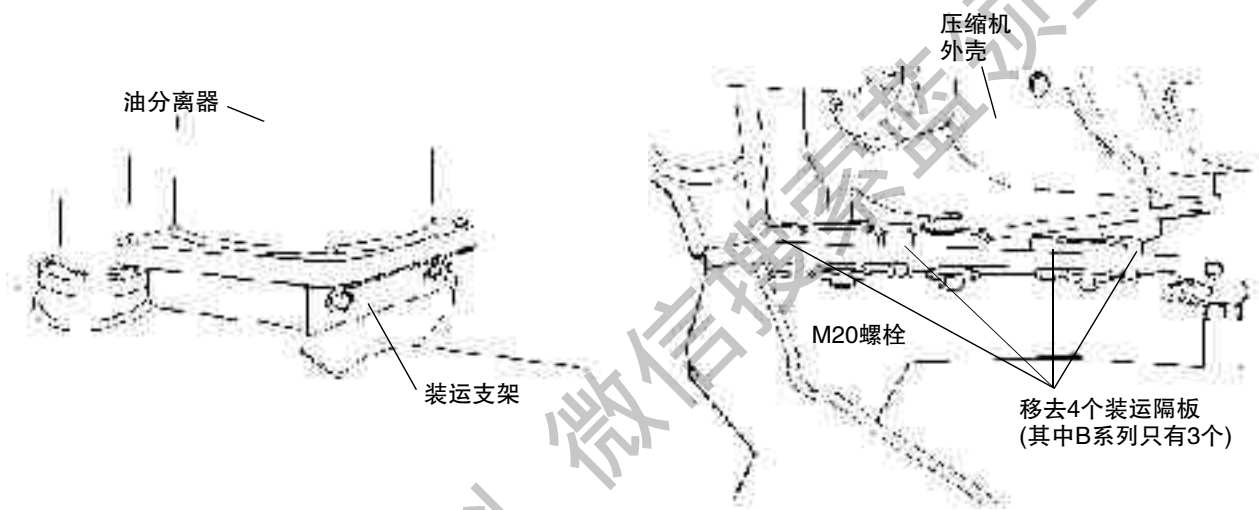

图8 带有装运支架的油分离器和带有装运隔板的压缩机
8. 机组运输时在压缩机机座上配备了4个隔板（B系列只有3个），它们用以保护压缩机减振垫在运送时不受损坏。在机组运行前拆除这些隔板（见图8）。
9. 从油分离器底部移去装运支架（见图8）。